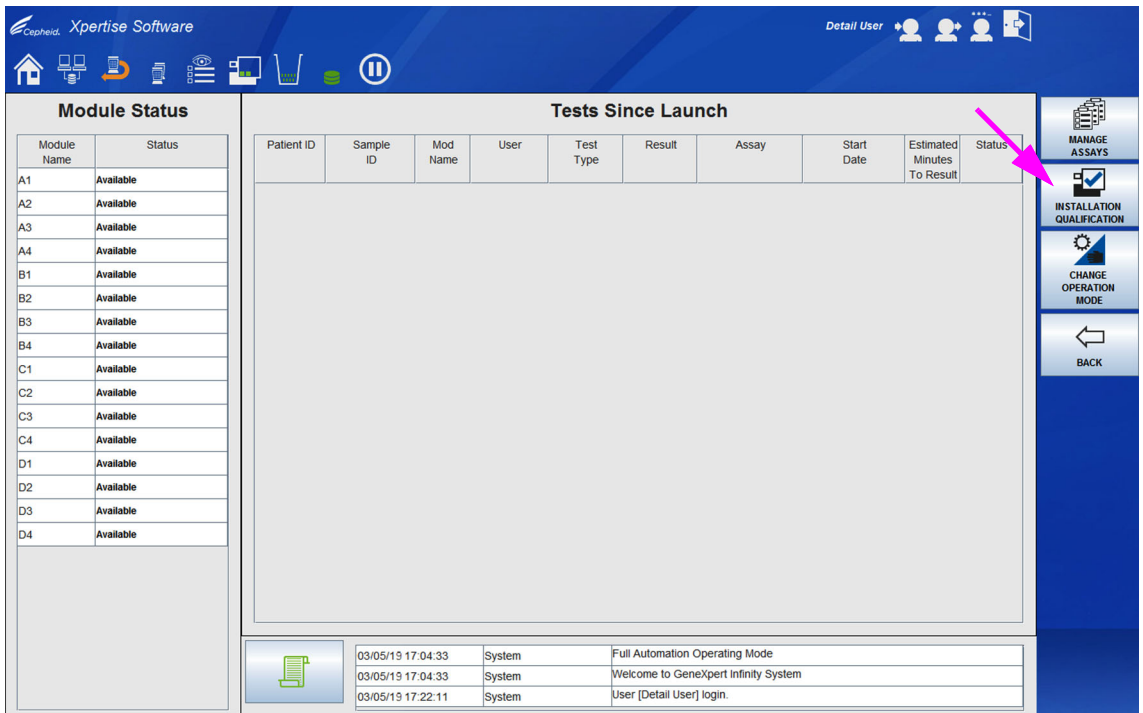

图 2-46. 设置菜单
1. 在 Xpertise 软件 (Xpertise Software) 主页工作区 (参见图 2-11)，选择**设置 (SETUP)** 按钮，然后选择**安装确认 (INSTALLATION QUALIFICATION)** 按钮。请参见图 2-46。
如果以管理员身份登录的话，图 2-46 显示的设置菜单将含有额外的按钮。